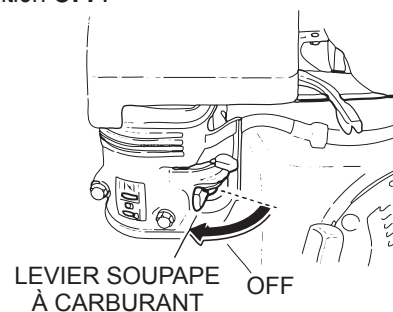

Figure 16. Levier de la soupape à carburant (OFF)
3. Placer le levier de coupure de carburant (Figure 16) sur la position OFF.